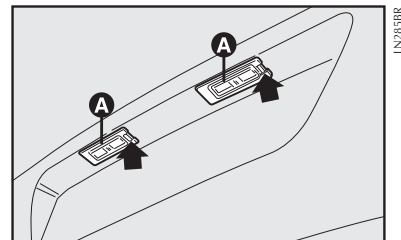

fig. 28
LUZES DE PLACA - figs. 28 e 29
- Agir no ponto indicado pela seta e remover o grupo transparente **A-fig. 28**;